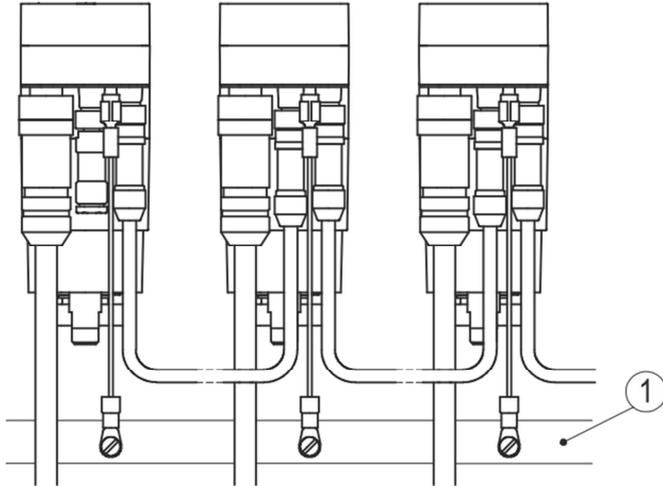

図6：アースバー
アース線は極力短くし、2.5~4 mm²の撚り線をタブ・オン接続子(6.3mm)メスを使用して接続します。複数の機器をご使用いただく場合、アースバー①への接続を推奨します。(図6参照)